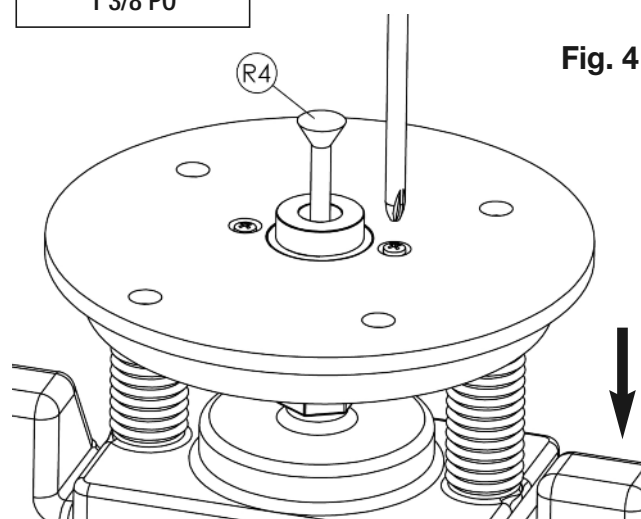

Fig. 4
3. Dévissez suffisamment les vis de montage de la plaque de la base de façon à permettre un léger mouvement (fig. 4).